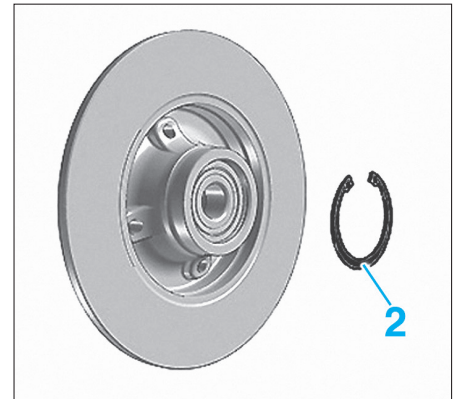

FIG. 53
- Déposer les circlips de maintien (2) (Fig.53).